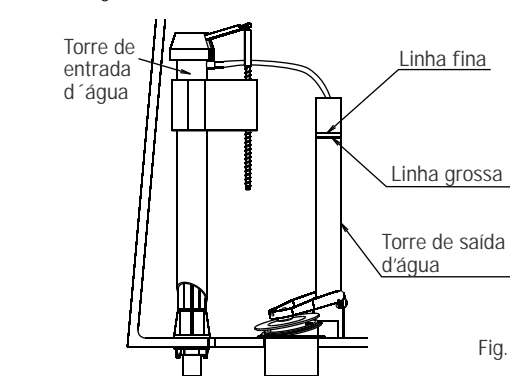

Fig. 3
Abrir o registro de entrada d'água da caixa e observar na mesma tabela, se para o seu produto o nível d'água deve estar na linha grossa ou fina, da torre de saída (fig. 3), ajuste a altura da boia, girando o parafuso conforme (fig.2).
**IMPORTANTE:** Para o correto funcionamento da caixa de descarga, o tubo de reposição deve estar posicionado dentro da torre de saída d'água. Conforme Fig. 3.
In the table below locate the code of your product and the regulation number of the corresponding gate; set the gate (fig. 1) based on the number indicated in the table. Open the water control valve and verify that the water level for your product remains at the large or the fine line of the flush valve, according to the information found in the table for your product (fig. 3); set the height of the float mechanism by turning the screw as per to (fig. 2).
**IMPORTANT:** To the correct functioning of the toilet tank, the replacement pipe must be positioned inside the flush valve. As shown in Fig. 3.